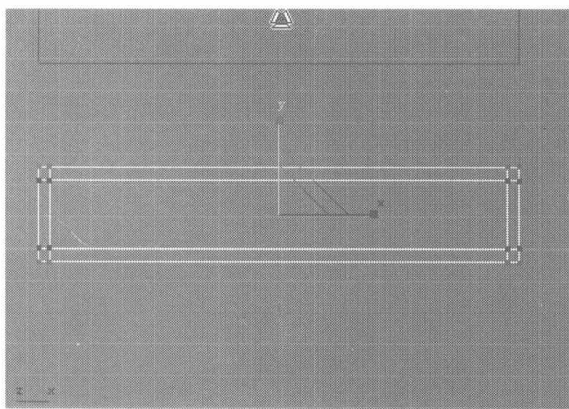

图 6.388
- 21** 继续切换为节点编辑，在 Top 视图中用缩放工具缩放调整如图 6.388 所示的节点。